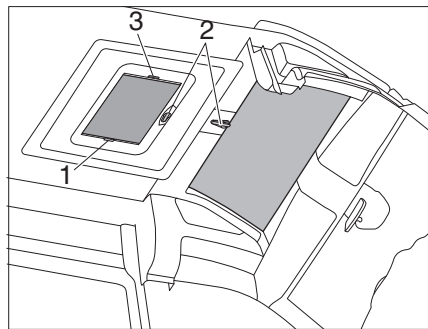

Figura 26 Claraboya de elevación a manivela con SkyRoof®
- Abrir:* ■ Girar la manivela (Figura 26,2) en sentido antihorario hasta notar una resistencia (ángulo de apertura máx. 60°, solo con Heki).
- Cerrar:* ■ Tirar del estor plegable con el tirador (Figura 26,3) y soltarlo en la posición deseada. El estor plegable se queda fijo en esta posición.
- Abrir:* ■ Empujar el estor plegable con el tirador (Figura 26,3) lentamente a la posición de salida.
- Tirar el tirador (Figura 26,1) de la protección contra insectos hacia el tirador (Figura 26,3) opuesto del estor plegable.